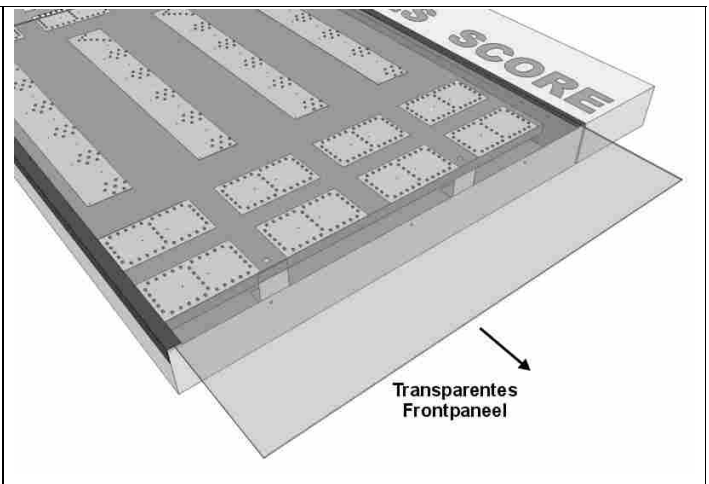

Abb. 15: Befestigungsschrauben des Frontpaneels
3. Das Frontpaneel abnehmen (Abb. 15).